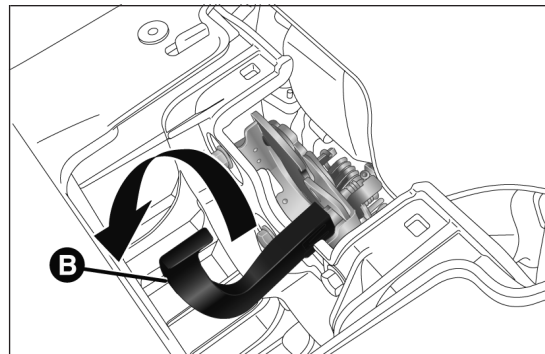

fig. 102
- actionner le levier B fig. 102 en agissant dans le sens indiqué par la flèche et ouvrir le capot.